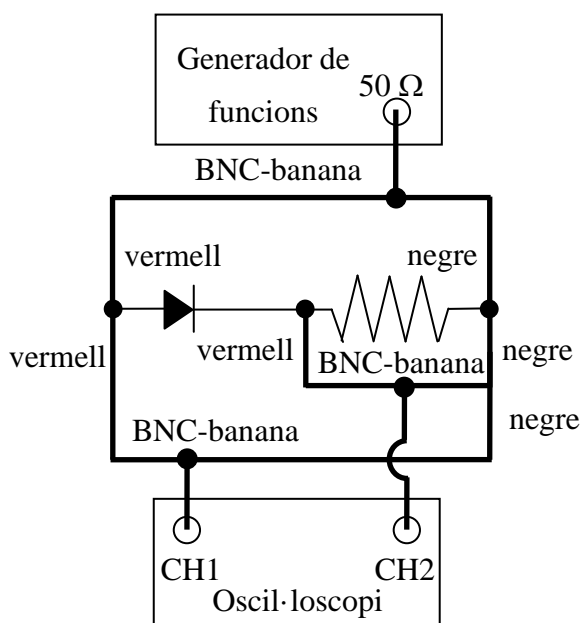

Figura 15
1. Amb el **díode 1N4007** i la **resistència de 1 k $\Omega$**  feu el muntatge descrit a la Figura 15.